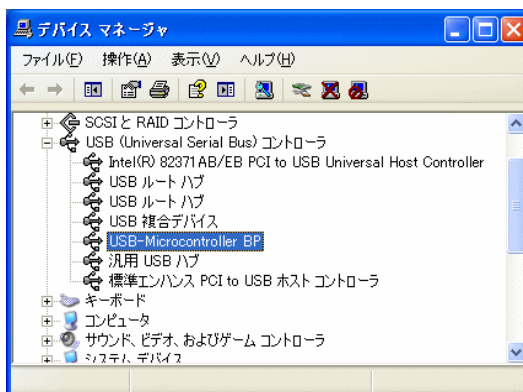

図 19 Windows XP のドライバインストール確認
- ⑧ 図 19 のように「デバイスマネージャ」の画面に「USBM-Microcontroller BP」(または、「USBM-Microcontroller SP」)と表示されれば、ドライバが正しくインストールされています。